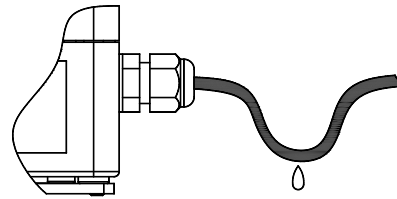

Рисунок 8.9
8.6.12 Для предотвращения скапливания конденсата непосредственно перед герметичным вводом и попадания внутри ПМ влаги рекомендуется сделать небольшой прогиб кабеля (см. рисунок 8.9).